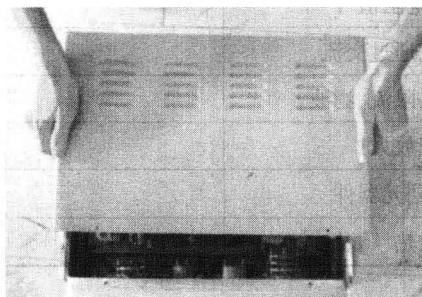
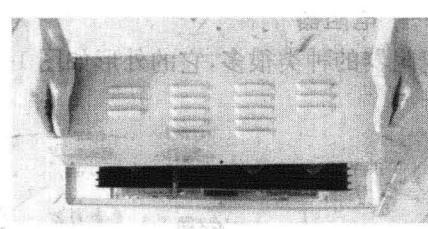

图 1-1-2 打开晶体管直流稳压电源的上盖
图 1-1-5 打开晶体管直流稳压电源的后盖
3. 打开机箱上盖、左盖、右盖和后盖,见图 1-1-2~图 1-1-5。